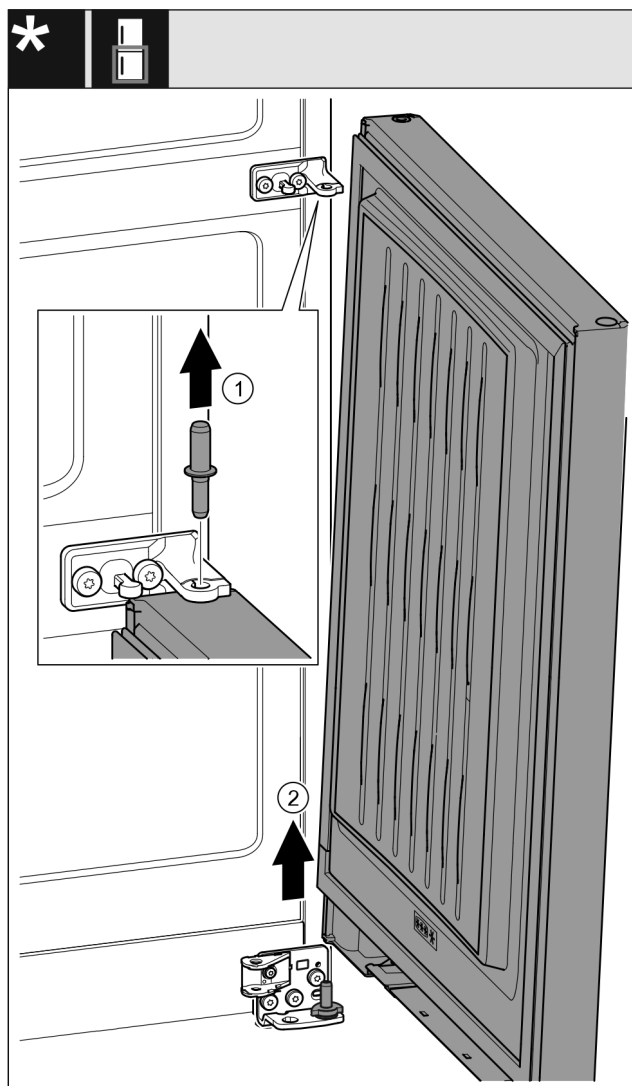

Fig. 23 *
- Издърпайте болта нагоре. Fig. 23 (1)*
- Завъртете навън вратата, издърпайте я нагоре и я сложете настране. Fig. 23 (2)*